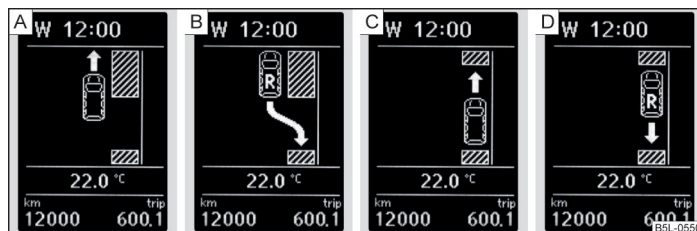

Fig. 123 Indicatoarele de pe afișaj
Când sistemul a recunoscut un spațiu de parcare adecvat, spațiul de parcare se afișează pe ecran » fig. 123 [A].
- Continuați deplasarea înainte, până când pe ecran apare afișajul » fig. 123 - [B].
- Dacă pe ecran clipește săgeata care indică spre înainte » fig. 123 - [C], cuplați treapta 1 de viteză, respectiv aduceți maneta selectorului de viteze în poziția D. ►
- Dacă pe ecran clipește săgeata care indică înspre în spate » fig. 123 - , cuplați din nou treapta marșarier, respectiv aduceți maneta selectorului de viteze în poziția R.